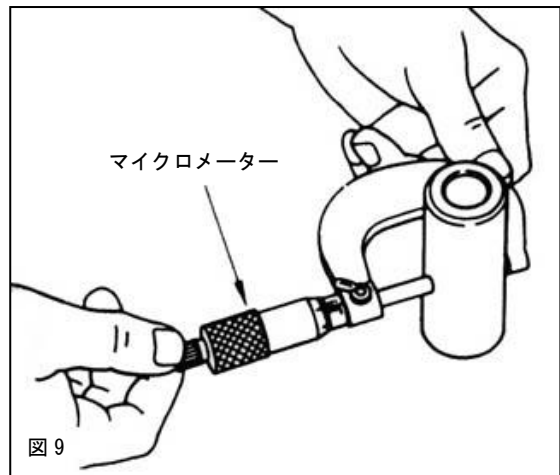

図 9
6. 2 ピストンピン外径を、マイクロメーターを用いて測定します。(図 9)